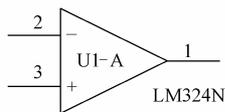

图 3-10 放置了一个元件 LM324N
(5) 在原理图中单击鼠标左键，就可以将元件添加到原理图中。此时可以看到 PADS Logic 给这个元件分配了 U1 的流水编号，如图 3-10 所示。PADS Logic 分配元件的流水编号是以没有使用的最小编号来分配的。本实例因为是当前原理图的第一个元件，所以 PADS Logic 分配了编号 U1。PADS Logic 在编号使用时，将自动分配前面未使用过的编号。